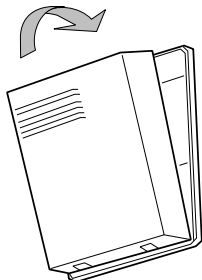

Figura 7 - Sujete la tapa
- Asiente a presión la tapa sobre la base de la campana. Alinee el borde inferior de la caja con la parte inferior de la placa posterior. Gire la parte superior de la caja hacia la placa posterior y sujétela a presión en su sitio (vea la Figura 7).